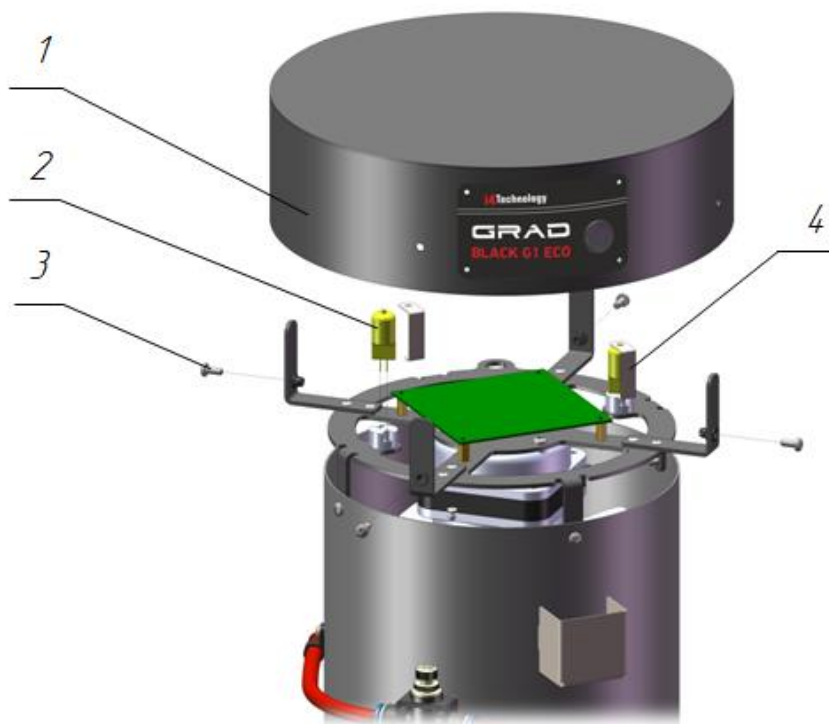

Рисунок 2 – Замена галогенных ламп
3.1 Техническое обслуживание заключается в очистке внешней поверхности изделия по мере ее загрязнения и замене галогенных ламп (рис. 2). В изделии применяются галогенные лампы: цоколь G4, 40Вт, 220В. **Перед заменой ламп отключите изделие от сети электропитания.** Для замены ламп (поз. 2) необходимо отвернуть четыре винта (поз. 3) на крышке изделия (поз. 1). Снять крышку изделия. Отвести фиксатор (поз. 4) и извлечь вышедшую из строя лампу из держателя. Установить исправную лампу в держатель. Установить крышку. Закрепить крышку винтами.